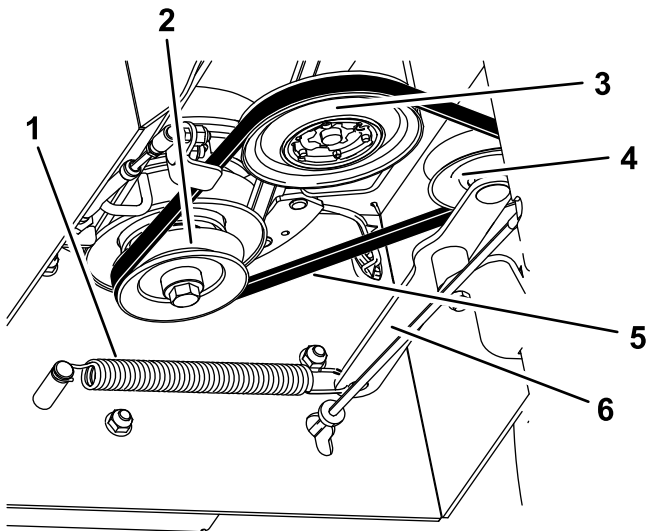

Рисунок 32
4. Снимите пружину растяжения с рычага натяжителя (Рисунок 32).
6. Проложите новый ремень трансмиссии вокруг шкивов муфты, трансмиссии и натяжного шкива (Рисунок 32).